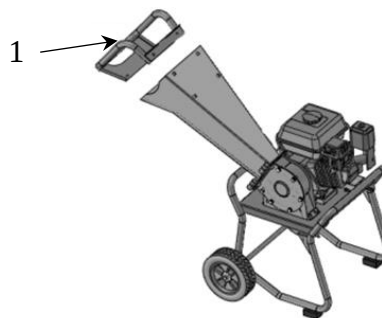

Fig. 5
- Alignez soigneusement la poignée de la trémie avec l'ouverture de la trémie d'alimentation. Voir la figure 5.